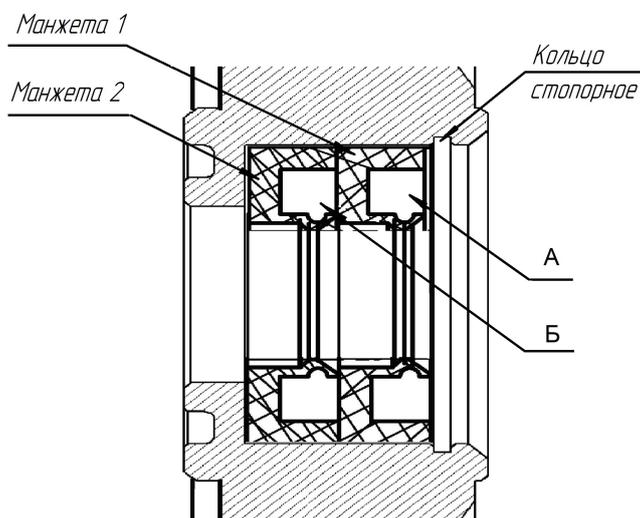

Рис. 38 Схема установки манжет.
7. со стороны задней стенки снять кольцо стопорное и снять 2 манжеты (см. рис. 38);